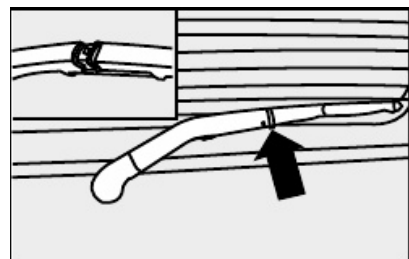

fig. 17
Substituição da palheta do limpador do vidro traseiro fig. 17
1) Para retirar a palheta basta apertar a trava indicada **fig. 17**.